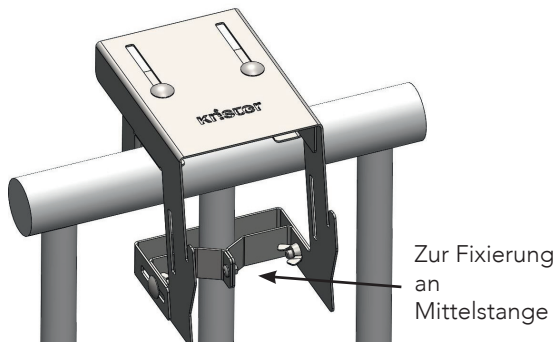
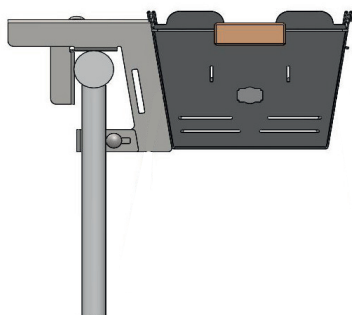

Abb. 3: Montage an runden Geländern
Abb. 6: Knister Grill montiert
am Balkon eine Mittelstrebe vorhanden ist, kann der Schiebebügel auch am untersten Punkt der Balkonhalterung (9) befestigt werden, um die Mittelstange zu umschließen (Abb. 3/Abb. 6). Zur Befestigung an einer Mittelstange muss noch die Sechskantmutter (5a) und die Linsenkopfschraube (5b) in der vorgesehenen Vorrichtung (6) festgezogen werden.
Die Balkonhalterung passt für alle Knister Varianten im zusammen- oder ausgefahrenen Zustand. Hängen Sie den Knister Grill an die Balkonhalterung in die dafür vorgesehene Halterung für den Grill (10) (Abb. 6). Ziehen Sie vor der Benutzung alle Schrauben richtig fest und testen Sie, ob auch alles stabil am Geländer montiert ist. Nun können Sie die Kohle anheizen und die Roste einsetzen.